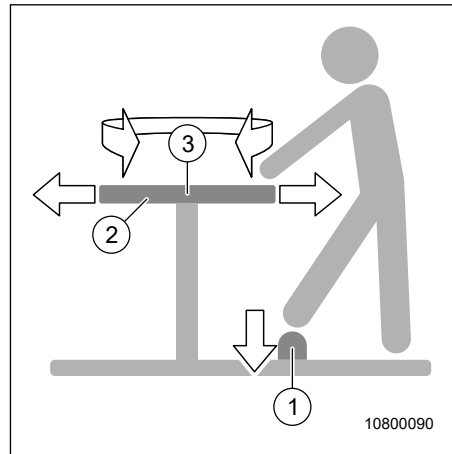

Fig. 52 Table coulissante
1. Appuyer sur le bouton au niveau du pied de la table (Fig. 52, pos. 1).
Glisser le dessus de table en position souhaitée (Fig. 52, pos. 2).
2. Débloquer le bouton sur le pied de la table (Fig. 52, pos. 1). Le dessus de table est bloqué.
1. Le dessus de table (Fig. 52, pos. 3) peut être pivoté sur une position quelconque.